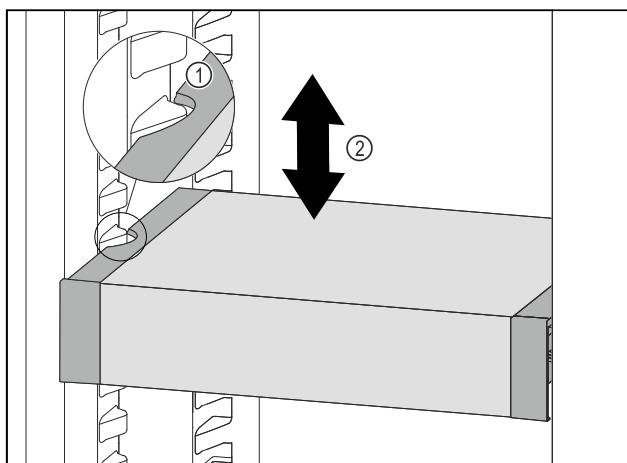

Fig. 116
- VarioSafe tiahajte dopredu, dokým sa bočné vybrania VarioSafe nebudú nachádzať vo výške rebra nádoby v chladničke. Fig. 116 (1)
- VarioSafe v chladničke presúvajte nahor alebo nadol, dokým sa dosiahne požadovaná výška. Fig. 116 (2)